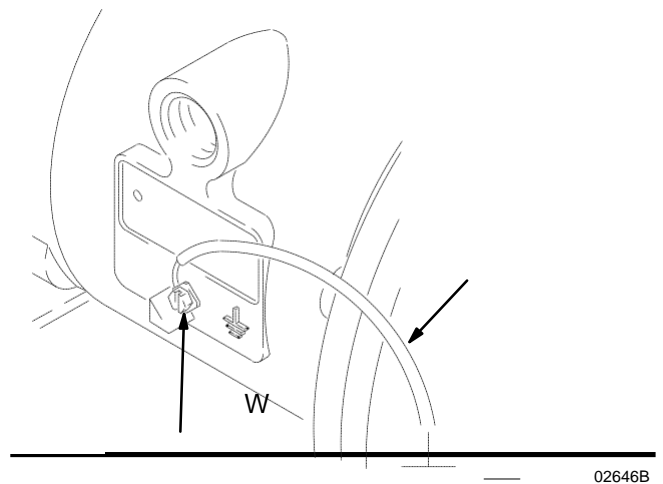

Fig. 1
Quando bombear fluidos inflamáveis condutores, ligue **sempre** à terra todo o sistema de fluido, certificando-se de que o fluido possui um caminho elétrico para a terra. Consultar a Fig.1.
- \* *Motor a ar* Ligue um fio terra e uma fixação conforme ilustrado na fig. 1. Desaperte o perno de ligação à terra (W). Insira uma extremidade de um fio terra com um mínimo de 1,5 mm2 (Y) por trás do parafuso de terra e aperte. Ligue a extremidade da braçadeira do fio terra a uma ligação à terra verdadeira. Número de peça N° 819.4486 Fio e braçadeira de terra.